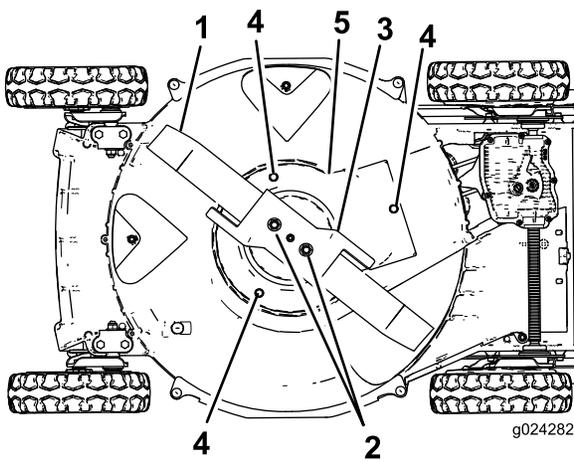

Figura 39
6. Retire as duas porcas da lâmina, acelerador e lâmina (Figura 39).
7. Retire os parafusos que prendem o resguardo da embraiagem do travão da lâmina à estrutura do cortador (**Figura 39**).